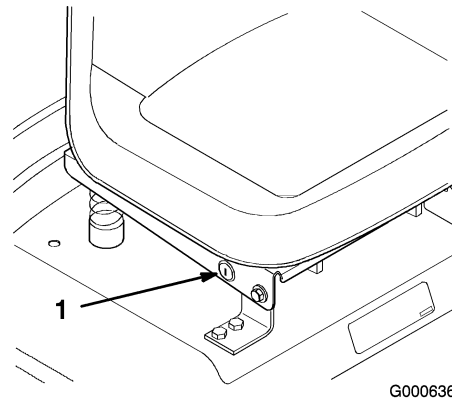

Bild 18
Wenn Sie im Rückwärtsgang den Zapfwellenantrieb benötigen, können Sie diesen Sicherheitsschalter mit Hilfe des KeyChoice®-Schalters bei der Sitzhalterung deaktivieren (Bild 18).
2. Stecken Sie den KeyChoice®-Schlüssel in das Zündschloss (Bild 18).